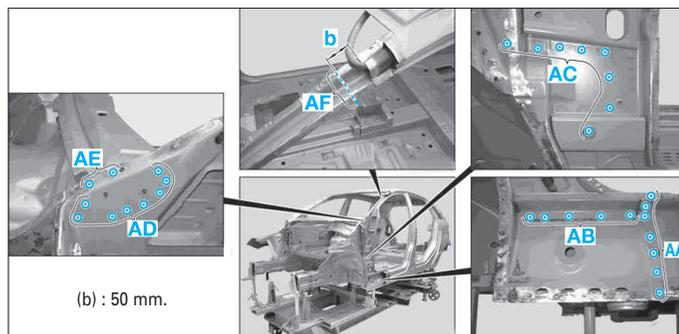

FIG. 42
- Tracer la ligne de coupe sur la zone (AF) (Fig.42).